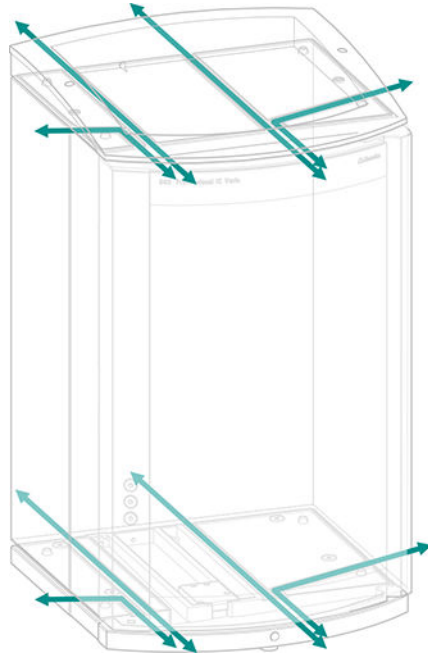

Figura 5 Canales para capilares
- canales entre el aparato y la bandeja así como entre el aparato y el soporte de botellas (véase figura 5, página 15)